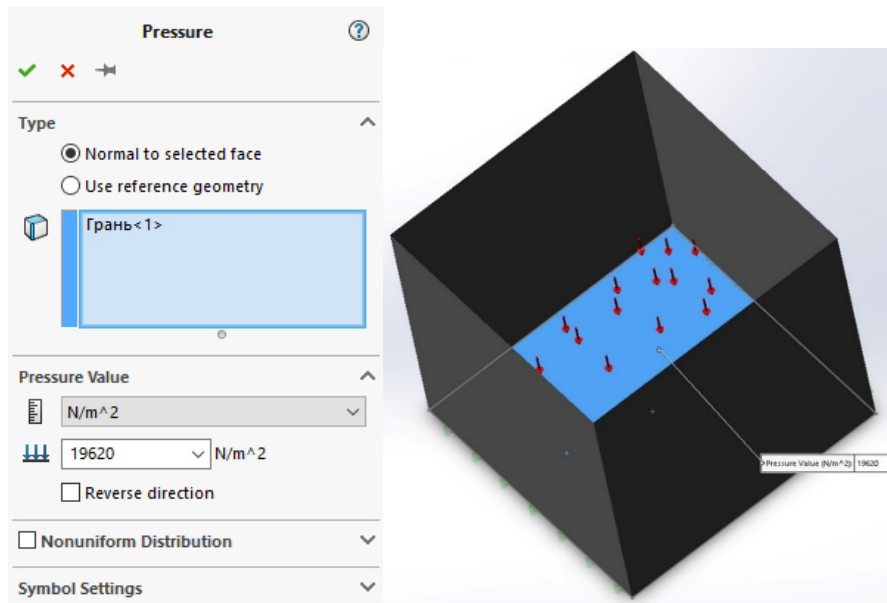

Рис. 4.154
- в графічній області вибираємо внутрішню поверхню днища бака (рис. 4.154). .